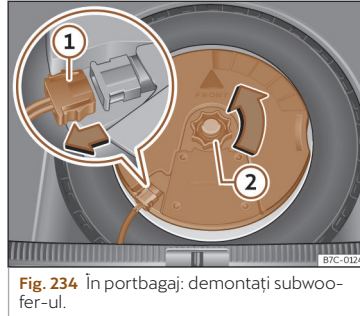

Fig. 234 În portbagaj: demontați subwoofer-ul.
- Deconectați cablul difuzorului *subwoofer* »» **fig. 234** ①.
- Rotiți șurubul de fixare în sens antiorar »» **fig. 234** ②.